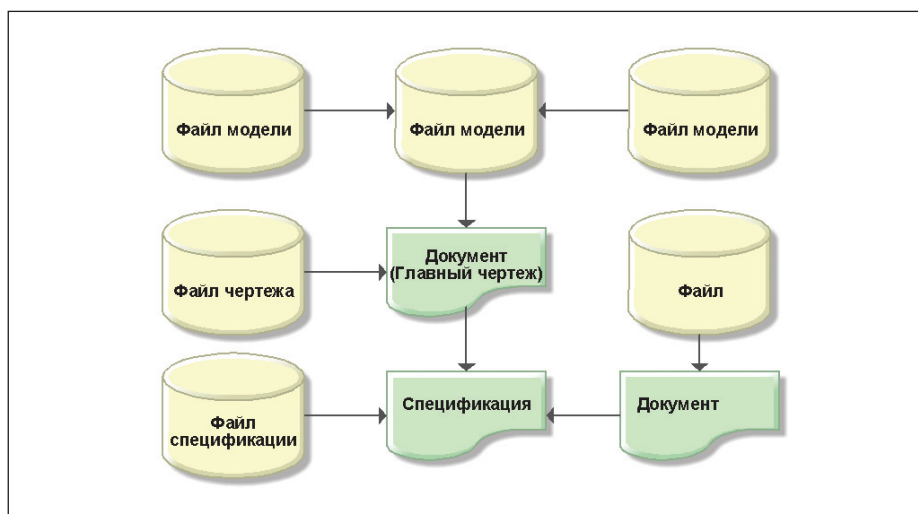

Рис. 6. Способ №3 хранения файлов в файловом составе документов TechnologiCS
- 3. Файл чертежа, файл модели и все входящие в него файлы моделей содержатся в файловом составе одного документа TechnologiCS (рис. 6). Этот способ применим только для 3D CAD-систем и является наименее предпочтительным, поскольку накладывает ряд ограничений. Так, например, при таком способе хранения невозможно заимствовать имеющиеся модели для построения других сборочных единиц.